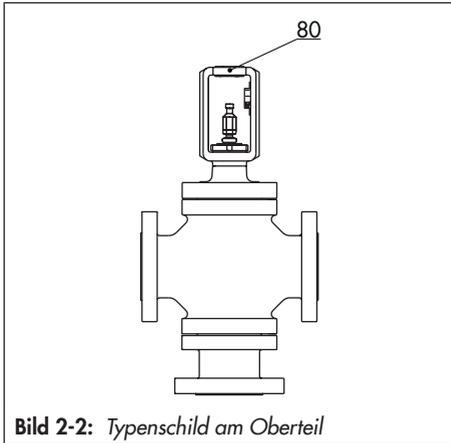

Bild 2-2: Typenschild am Oberteil
Das Typenschild (80) des Ventils ist am Oberteil angebracht (Bild 2-2).